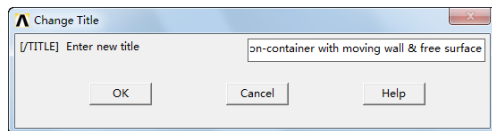

图 9-50 “Change Title”对话框
② 定义工作标题：依次选择 Utility Menu→File→Change Title，会出现“Change Title”对话框，在对话框中输入工作标题“ALE-VOF combination-container with moving wall & free surface”，如图 9-50 所示，单击“OK”按钮关闭对话框。